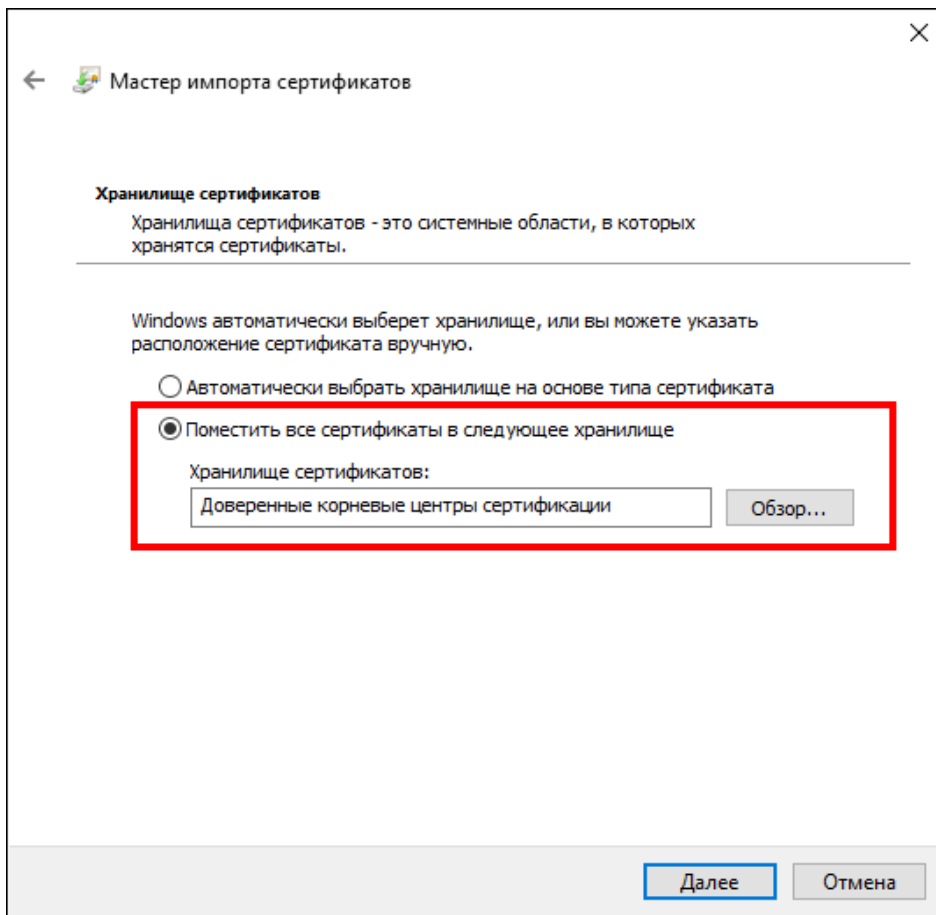

Рисунок 531 - Хранилище сертификатов
15. Выберите **Поместить все сертификаты в следующее хранилище** (хранилище сертификатов оставьте по умолчанию (Рисунок 531)).